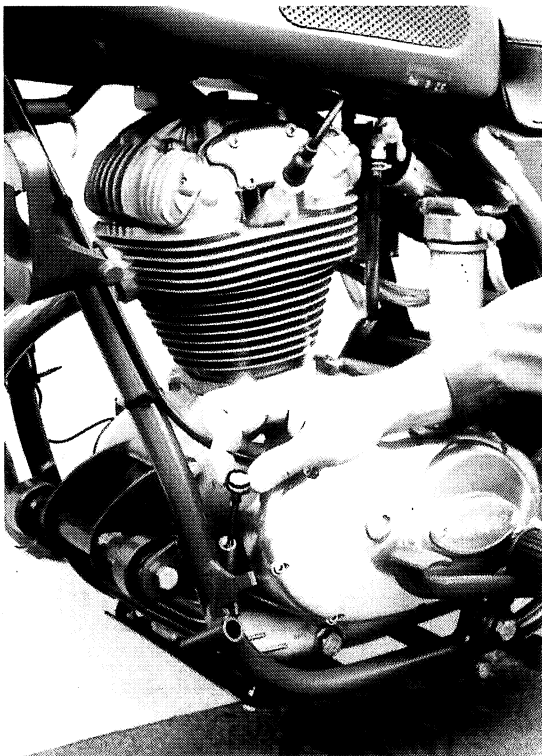

Fig. 2
- Oelmesstab, der sich auf der linken Seite vorn am Motorgehäuse befindet, herausschrauben (Fig. 2)
- Dévisser la jauge à huile se trouvant sur le côté gauche à l'avant du carter-moteur (fig. 2)